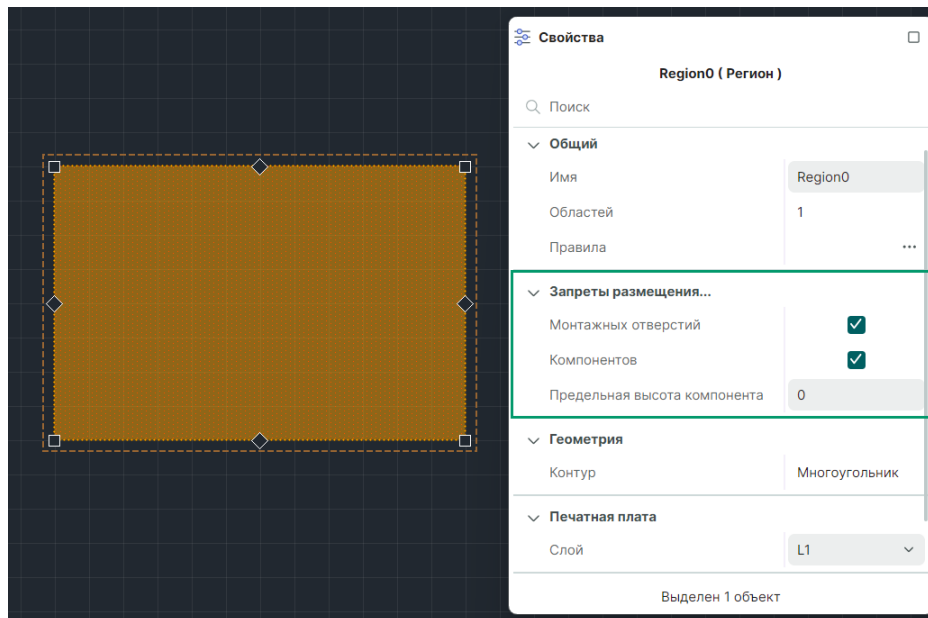

Рис. 168 Установка запрета размещения в регионе компонентов и монтажных отверстий
2. Отметьте в панели «Свойства» → «Запреты размещения...» флагом чек-боксы типов объектов, для которых в регионе будет установлен запрет на размещение, см. Рис. 168.